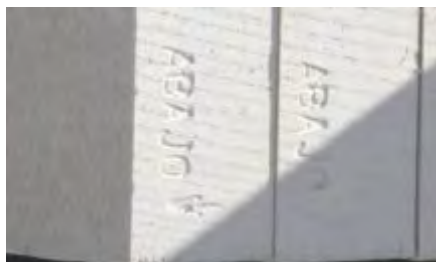

Fig. 4: Identificar lado que va hacia abajo.
2. Identificar en el paquete el letrero "ABAJO". Considerar este letrero para determinar la posición del paquete y acomodarlo de manera que nos permita voltear las piezas y deslizar sobre los apoyos. (ver Fig. 4).